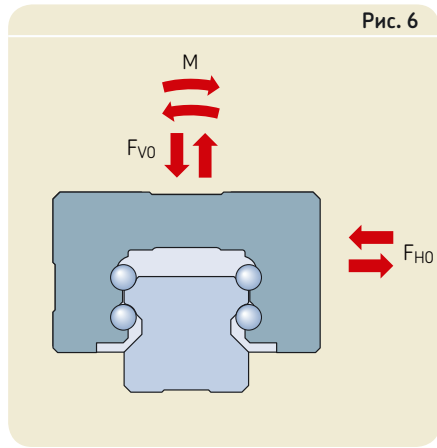

Рис. 6
Для внешних нагрузок, как вертикальных, так и горизонтальных, действующих в сочетании со статическим крутящим моментом, эквивалентная статическая нагрузка  $F_0$  может быть рассчитана по формуле (9) (→ рис. 6). Эквивалентная статическая нагрузка  $F_0$  не должна превышать статическую нагрузку  $C_0$ . Формула (9) применима в случае использования системы из одной или двух рельсовых направляющих с одной кареткой на каждой направляющей.